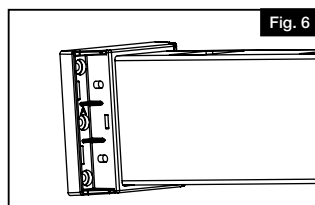

Fig. 6
a. Placer les supports sur les deux extrémités de la traverse inférieure (Fig. 6).